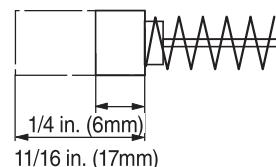
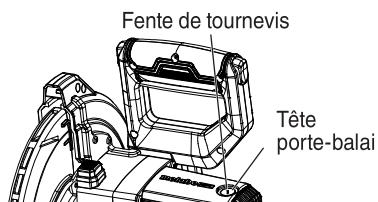

Fig. 30
Fig. 31
3. Inspecter les balais carbone (Fig. 30 et Fig. 31)
Si les balais en carbone sont usés, le moteur risque d'avoir des anomalies. En conséquence, inspecter périodiquement les balais en carbone et les remplacer lorsqu'ils ont atteint la limite d'usure (min 6 mm) comme indiqué à la Fig. 30.
Par ailleurs, maintenir les balais carbone propres de façon qu'ils glissent régulièrement dans les porte-balai. Les balais carbone sont faciles à retirer ; pour cela, retirer les têtes porte-balai (voir Fig. 30) avec un tournevis à tête plate (signe moins).
Lors du remplacement des balais carbone, utiliser uniquement des balais carbone metabo HPT du n° de code 383202 (voir Fig. 30). Si vous utilisez d'autres balais carbone, le frein électrique ne fonctionnera pas.